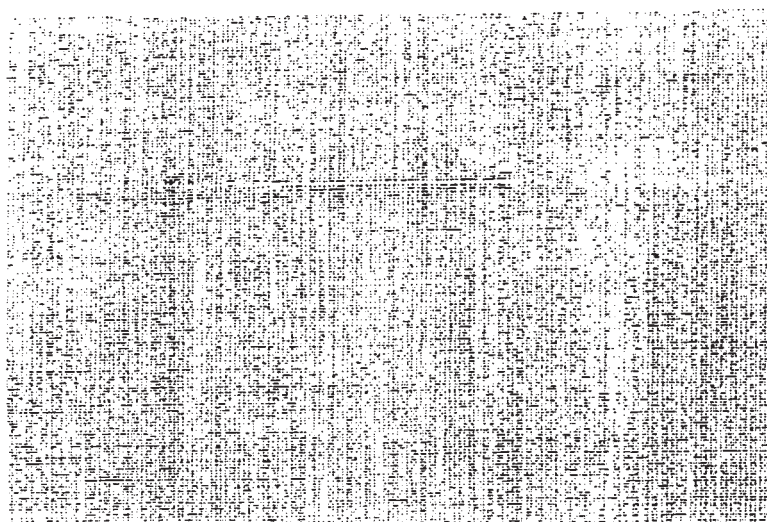

Bild 9
3.2.2 Schußplatzer (siehe Bild 9)